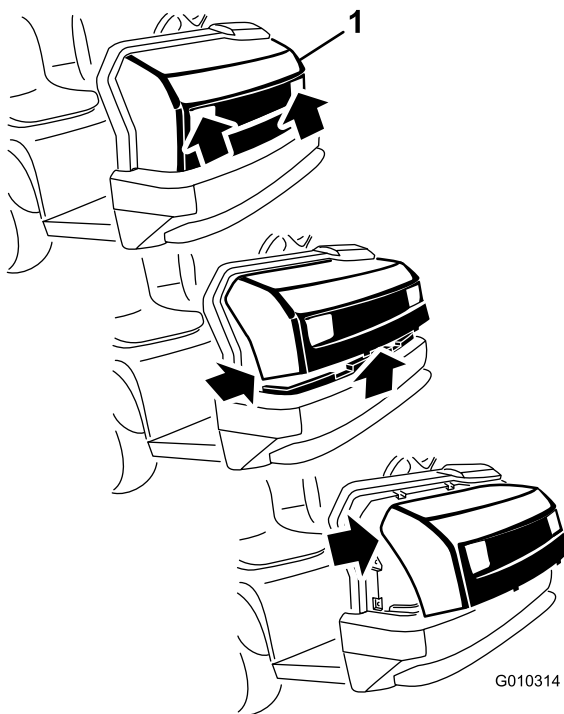

図 1
5. ヘッドライトの開口部でフードをつかみ、フードを持ち上げて、下側の取り付けタブをバンパーのスロットから外す 図 1。
6. フードの下側を手前に持ち上げてから下に引っ張り、上側の取り付けタブをフレームの穴から外す 図 1。
7. フードの上側を手前に倒し、ヘッドライトからワイヤコネクタを抜く 図 1。